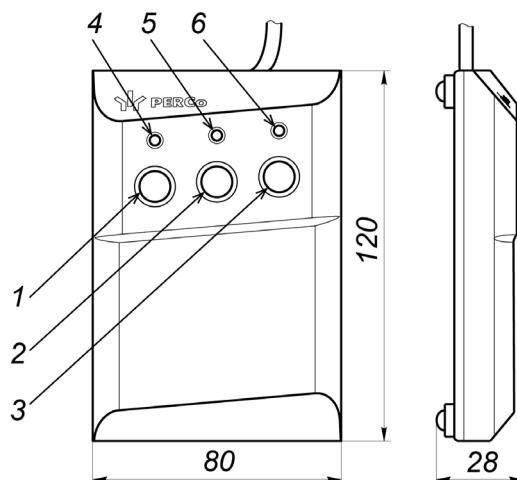
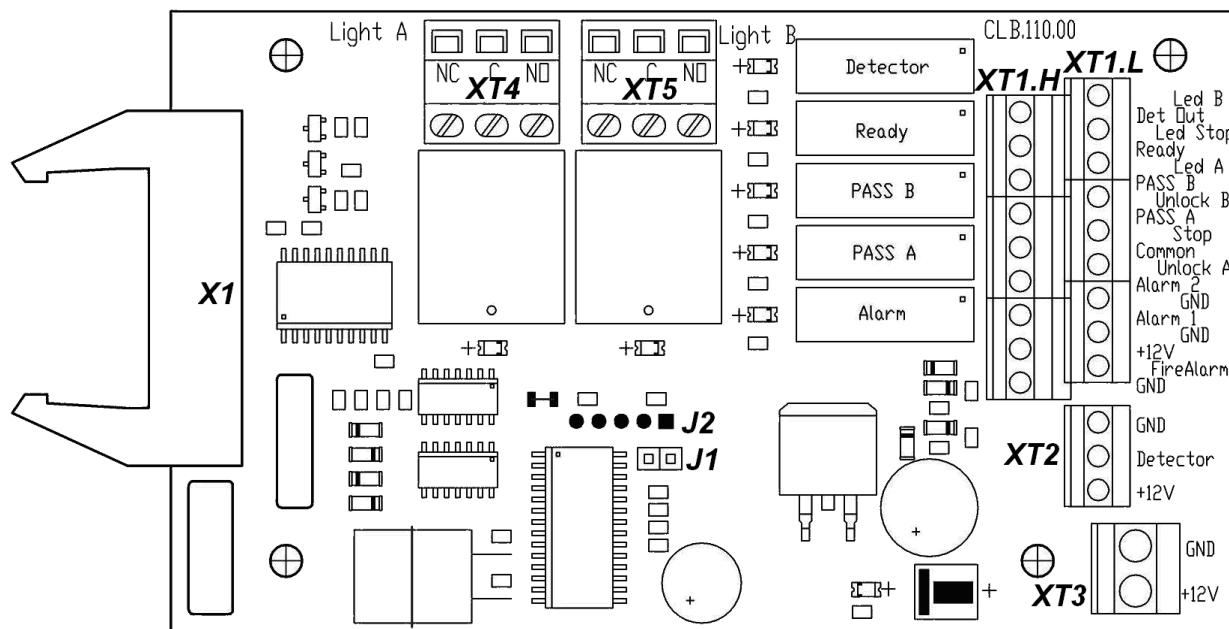

Рисунок 4. Общий вид и габаритные размеры ПДУ
Рисунок 5. Внешний вид платы управления
ПДУ (14) выполнен в виде небольшого настольного прибора в корпусе из ударопрочного АБС-пластика и предназначен для задания и индикации режимов работы при ручном управлении турникетом. ПДУ подключается к плате управления гибким многожильным кабелем (15) через клеммную колодку **XT1.L** (см. рис. 5). Общий вид ПДУ показан на рис. 4.
На лицевой панели ПДУ расположены три кнопки для задания режимов работы турникета. Над кнопками расположены световые индикаторы. В корпусе ПДУ установлен зуммер для звуковой индикации. Средняя кнопка **STOP** предназначена для переключения турникета в режим «Запрет прохода». Левая и правая кнопки **LEFT**, **RIGHT** предназначены для разблокировки турникета в выбранном направлении. Изменить ориентацию ПДУ относительно установки стойки турникета (если на месте установки стойка обращена к оператору не лицевой, а тыльной стороной) можно, поменяв местами провода от ПДУ, подключаемые на контакты *Unlock A* и *Unlock B* а также *Led A* и *Led B* соответственно (см. рис. 5 и рис. 12).
На плате управления (см. рис. 5) расположены:
Выбор режима управления осуществляется снятием / установкой перемычки на разъеме **J1** платы управления. Расположение разъема **J1** показано на рис. 5. При поставке перемычка установлена, что соответствует импульсному режиму управления турникетом. Для перехода в потенциальный режим управления снимите перемычку. Изменение режима управления произойдет после включения турникета.
Подключение устройства *Fire Alarm* производится к клеммной колодке **XT1.L** платы управления согласно схеме электрических соединений (см. рис. 12 и рис. 5).
Факт подачи напряжения на обмотку реле можно определить по загоранию соответствующего красного светодиода, установленного на плате управления вблизи соответствующего реле (см. рис. 5).